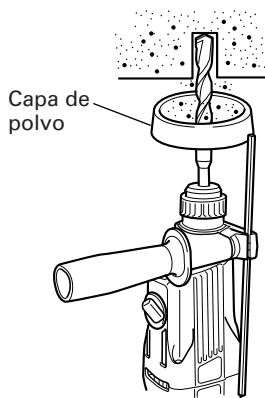
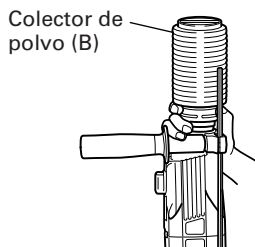

Fig. 3
Fig. 4
## 7. Cuando instale la copa de polvo o el lector de polvo (B) (Accesorios facultativos)(Fig. 3, Fig. 4)
Emplee la copa de polvo instalando la broca como se muestra en la Fig. 3.
Para emplear el colector de polvo (B), insértelo desde la punta de la broca alineándolo con la ranura de la empuñadura. (Fig. 4)